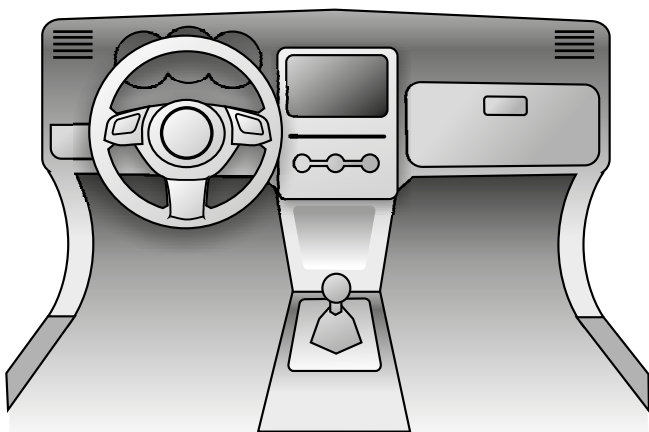

Рис. 2
Сигнализация оснащена разъемом Mini-USB (см. рис. 2), который используется для программирования сигнализации. С его помощью сигнализация подключается непосредственно к компьютеру (дополнительные устройства не требуются). Это позволяет оперативно обновить программное обеспечение сигнализации, задать нужную модель автомобиля, изменить конфигурацию входов/выходов, активировать различные пользовательские функции, и т.п.
- 2 Нажмите и удерживайте встроенную кнопку (см. рис. 2).
- 1 Нажмите и удерживайте встроенную кнопку (см. рис. 2).